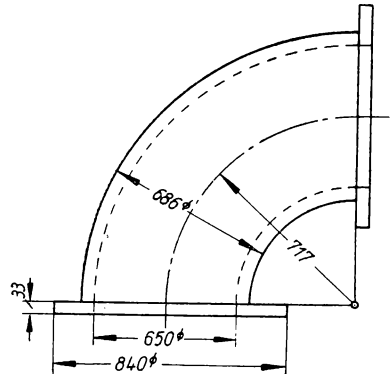

Bild 106
**246.** Ein Krümmerrohr (Bild 106) hat die gegebenen Maße. Die Wichte von Grauguß ist  $7,2 \text{ kg/dm}^3$ . Zu berechnen ist **a)** die Gußmenge der Krümmerwand ohne die Flansche und **b)** ihr Gewicht; **c)** die Gußmenge der beiden Flansche und **d)** ihr Gewicht; **e)** das Gesamtgewicht des Krümmers; **f)** der Preis des Krümmers, wenn 1 kg Guß 1,20 DM kostet.